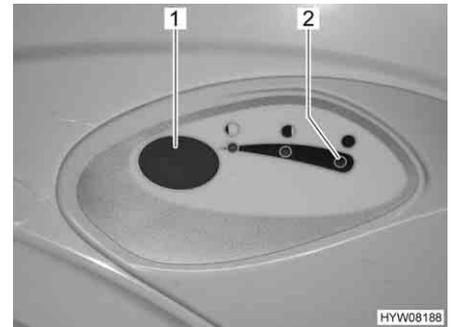

Bild 171 Spülknopf/Kontroll-Leuchte Thetford-Toilette
- Zum Spülen den blauen Spülknopf (Bild 171,1) drücken.
Die Kontroll-Leuchte (Bild 171,2) leuchtet, wenn der Fäkalientank entleert werden muss.